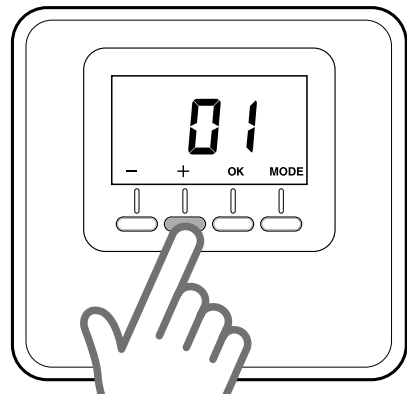

Fig. 16
- Pulsar “+” o “-” para elegir la zona a asignar (Fig. 16).